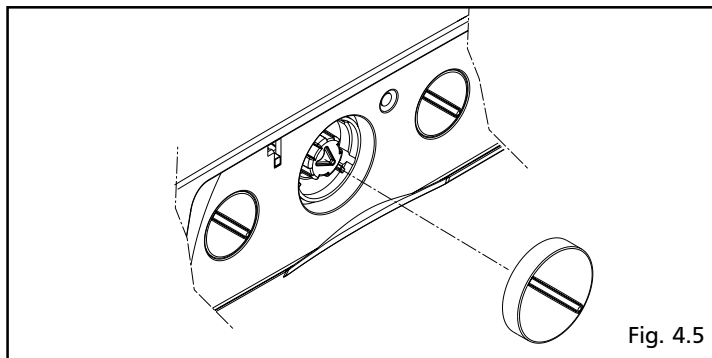

Fig. 4.5
- togliere il selettore di funzione (fig. 4.5) tirandolo verso di sé